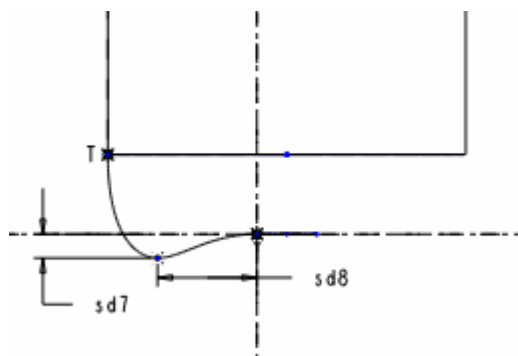

图 65-12
(4) 单击菜单【工具】→【关系】，打开【关系】窗口，图形窗口中的尺寸以代号形式显示，如图 65-12 所示。对尺寸 sd7 施加关系式，在【关系】窗口中添加  $sd7=6+5*\sin(\text{trajpar}*360*5)$ 。单击【确定】按钮，完成关系式的添加。